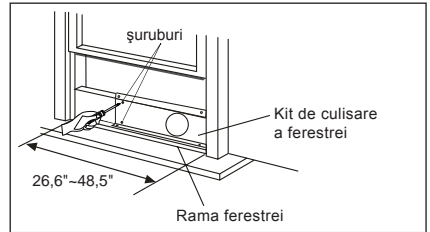

Fig. 13
2. Deschideți geamul și puneți kit-ul de culisare a ferestrei pe rama ferestrei (Fig. 13). Prindeți kitul de culisare a ferestrei de rama ferestrei. Reglați lungimea kitului de culisare a ferestrei în funcție de lățimea ferestrei. Înșurubați cele două șuruburi de kitul de culisare a ferestrei. Consultați Fig. 13. Tăiați kitul reglabil de culisare a ferestrei dacă